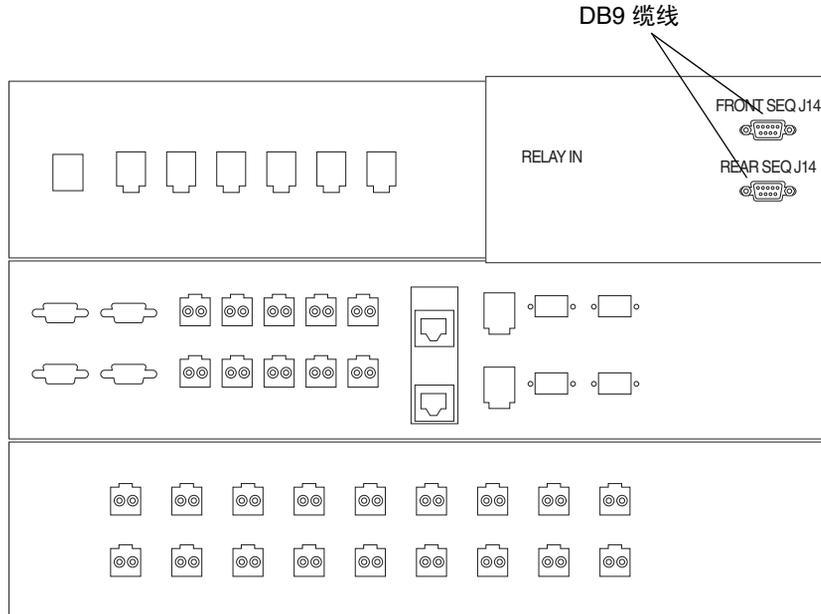

图 B-2 基本机柜服务面板内侧用于连接前、后电源序列发生器的接口
6. 找到松弛地系在服务面板背面继电器面板上的两根 DB9 电缆。将带有“J14 to PP Front Seq J14 In”标记的缆线连接至 FRONT SEQ J14 接口，并将带有“J14 to PP Rear Seq J14 In”标记的缆线连接至服务面板背面的 REAR SEQ J14 接口（图 B-2）。